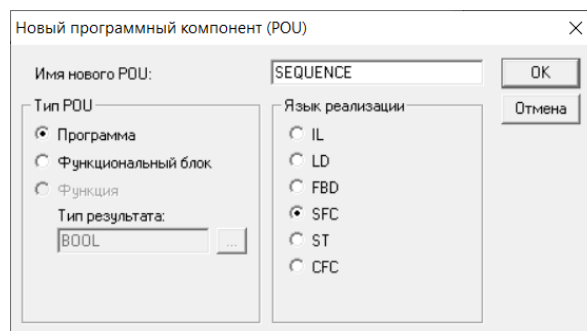

Рисунок 2 – Окно создания 1-ого объекта
2. Создаем еще три объекта. Создаём программу на языке SFC с именем SEQUENCE, функциональный блок на языке FBD с именем TRAFFICSIGNAL и еще один аналогичный блок – WAIT, который мы будем описывать на языке IL (рисунок 2,3,4).